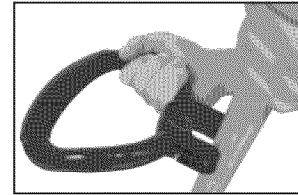

Figura 11 - Colocación del asa en el eje
2. Coloque el asa en el eje de la podadora/recortabordes entre el asa posterior y el botón de desenganche del telescópico. Acomode el asa en el eje. (vea la Figura 11).